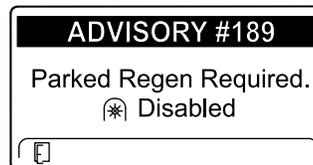

Figura 73
- Se non eseguite una rigenerazione parcheggiata entro 2 ore, l'InfoCenter visualizza il messaggio di richiesta della rigenerazione parcheggiata e di disabilitazione della presa di forza ADVISORY #189 (Figura 73).